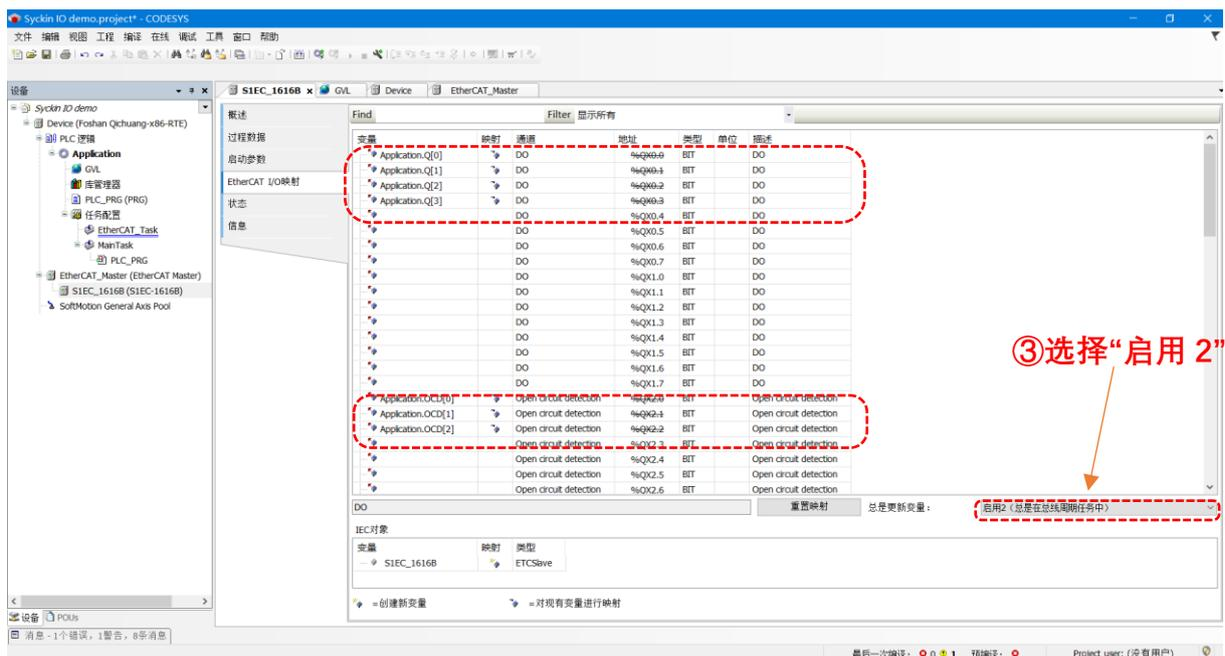

图 3.48
已经映射完成的 I/O 点如图 3.48
➤ **温馨提示:** 在图 3.48 的③处必须选择“启用 2”，其他模式有时候会刷新不到 I/O 信息，这由 Codesys 系统所决定。